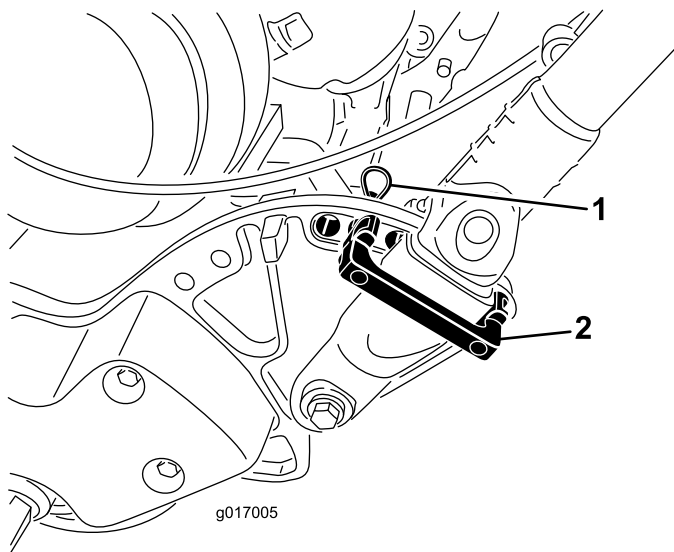

图23
1. 卸下剪草机各侧手柄卡环上的发卡销（图23）。
2. 当撑住手柄时，取下两侧的发卡销，然后将手柄旋转到所需的操作位置（图23）。